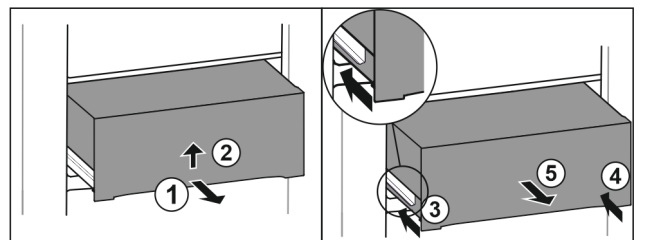

Fig. 48
- ▶ Витягніть ящик на половину. Fig. 48 (1)
- ▶ Підняти висувний ящик за нижній бік. Fig. 48 (2)
- ▶ Вставити ліву рейку. Fig. 48 (3)
- ▶ Вставити праву рейку. Fig. 48 (4)
- ▶ Вийняти висувний ящик рухом вперед. Fig. 48 (5)